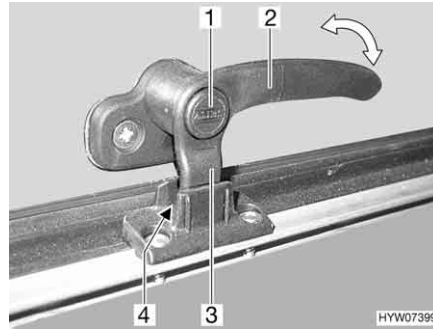
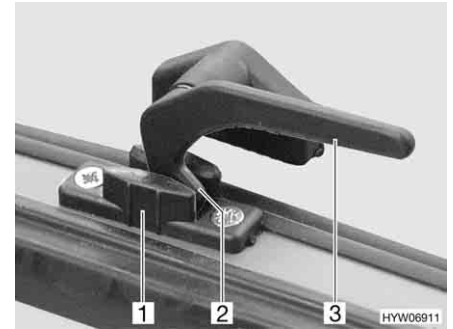

Fig. 76 Levier de verrouillage avec bouton de sécurité en position "Aération permanente"
Fig. 77 Levier de verrouillage en position "Aération permanente"
- En position "Aération permanente" (Fig. 76 et Fig. 77)
- S'il existe, appuyer sur le bouton de sécurité (Fig. 76,1) et le maintenir enfoncé.
- Tourner le levier de verrouillage (Fig. 76,2 ou Fig. 77,3) d'un quart de tour vers le centre de la fenêtre.
- Remettre le levier de verrouillage en position initiale. Le tenon de verrouillage (Fig. 76,3 ou Fig. 77,2) du levier de verrouillage doit pénétrer alors dans le logement prévu à cet effet dans le verrouillage de fenêtre (Fig. 76,4 ou Fig. 77,1).
- Relâcher le bouton de sécurité (Fig. 76,1) s'il y en a un.